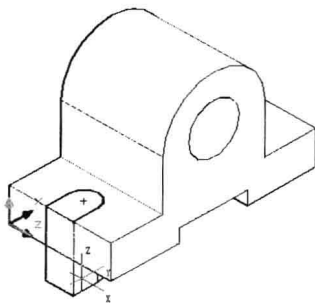

图 8-4-6
(11) 在“建模”面板中单击“按住/拖动”按钮 ，在多段线图形内部单击，向下移动光标，如图 8-4-6 所示。